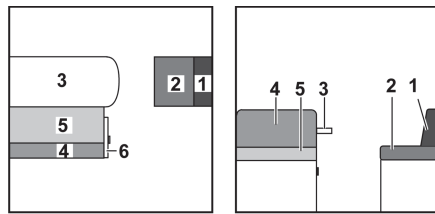

Fig. 167 Avant la transformation
- Agrandir la table (Fig. 167,3) et transformer la table suspendue agrandie en sommier de lit (voir paragraphe 7.9).
- Tirer la poignée et ouvrir le portillon (Fig. 167,6).